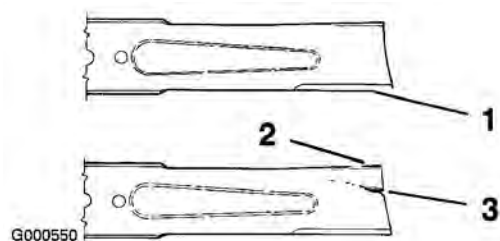

Bild 39
1. Untersuchen Sie die Schnittkanten (Bild 39). Bauen Sie, wenn die Kanten nicht scharf sind oder Kerben aufweisen, die Schnittmesser aus und schärfen sie; siehe Schärfen der Messer.
2. Prüfen Sie die Schnittmesser, insbesondere den gebogenen Bereich (Bild 39). Montieren Sie, wenn Sie Schäden, Verschleiß oder
Rillenbildung in diesem Bereich feststellen (Bild 39), sofort ein neues Schnittmesser.